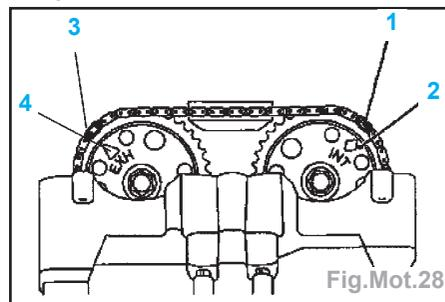

Fig.Mot.28
- tourner l'arbre à cames d'admission au six-pans, jusqu'à ce que le boulon (2) de fixation de l'outil KM-6148 passe dans l'alésage prévu.
**Nota** : Le repère cuivré (1) doit être placé sur le repère «INT» (2) de la roue à chaîne de l'arbre à cames d'admission (Fig.Mot.28).